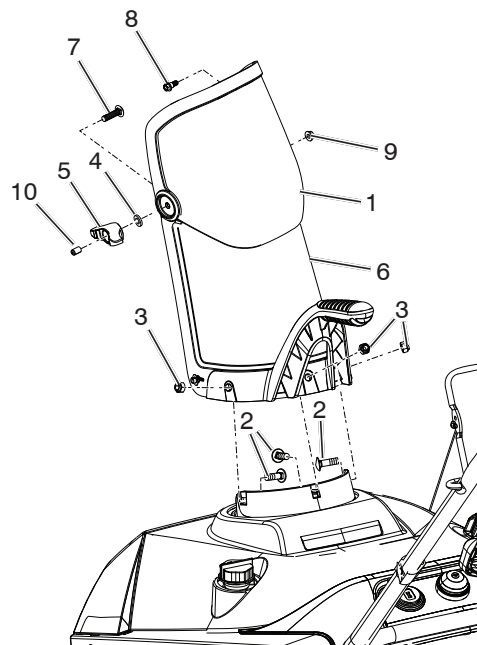

Figure 4
- Poser le déflecteur de goulotte sur la goulotte de décharge à l'aide des vis et, de la rondelle, de l'écrou, du bouton de déflecteur et du capuchon du plongeur (Figure 4).
- Poser la goulotte de décharge à la base de la goulotte en utilisant les trois vis et les écrous (Figure 4).